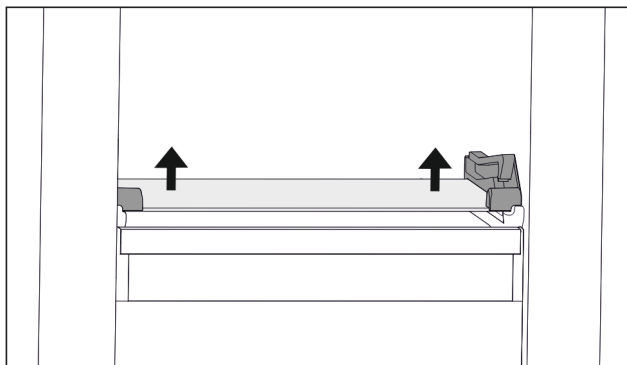

Fig. 92 Steklena plošča nagibnega predala
- ▶ Stekleno ploščo na obeh straneh potisnite od spodaj navzgor. (glejte Fig. 92)